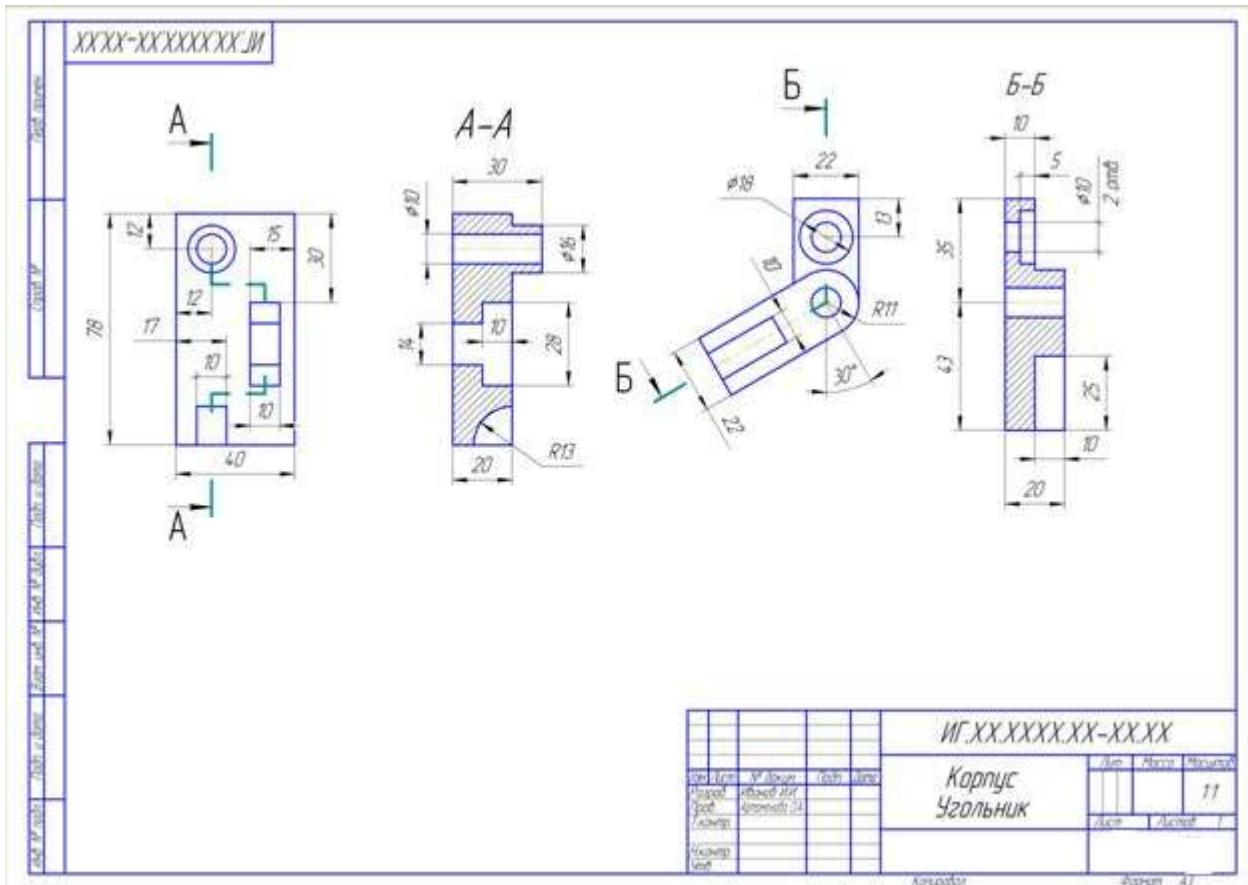

Рисунок 45 - Пример оформления графической работы
- 2.Выполните задачу 4, замените вид спереди или сверху ступенчатым разрезом, см. рис. 45.